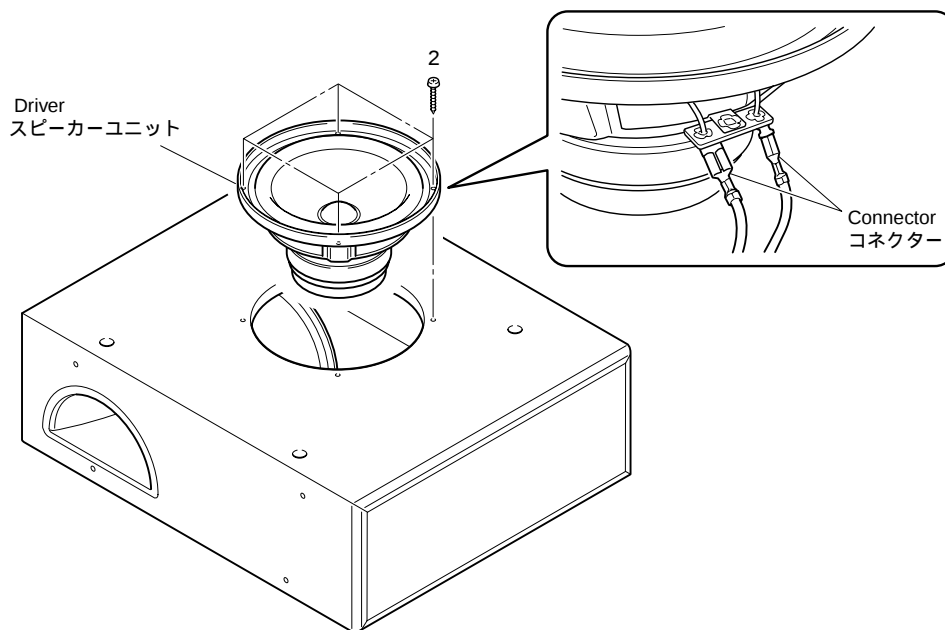

Fig. 2
- a. Remove 4 screws (2) and then remove the Driver. (Fig. 2)
- b. Disconnect the connector connected to the terminal of the Driver. (Fig. 2)
(Fig. 2)
- b. スピーカーユニットの端子に接続されているコネクターを外します。(Fig. 2)